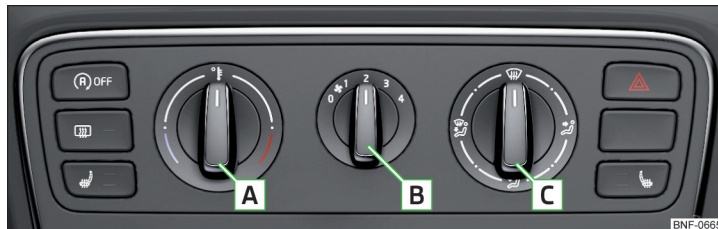
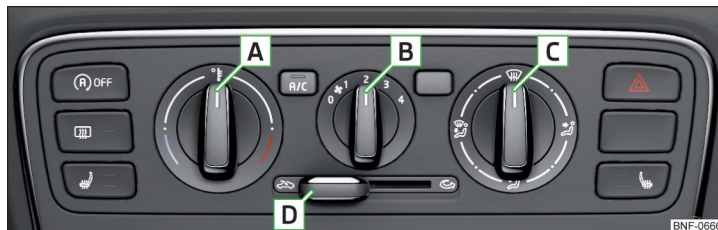

Fig. 81 Betjeningsselementer til varmeanlæg
Fig. 82 Betjeningsselementer til aircondition
Du kan indstille eller aktivere nogle funktioner ved at dreje på drejeregulato-ren eller trykke på den pågældende knap » Fig. 81 og » Fig. 82.
- Forskyd skydeknappen **D** til positionen for at **aktivere** » Fig. 82 på side 64.